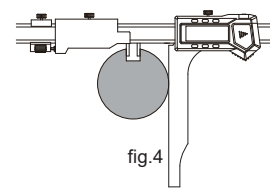

fig.4
- Mova a mandíbula do paquímetro para que entre em contacto com a peça a medir (fig. 4) e registre o valor "a" apresentado neste momento.